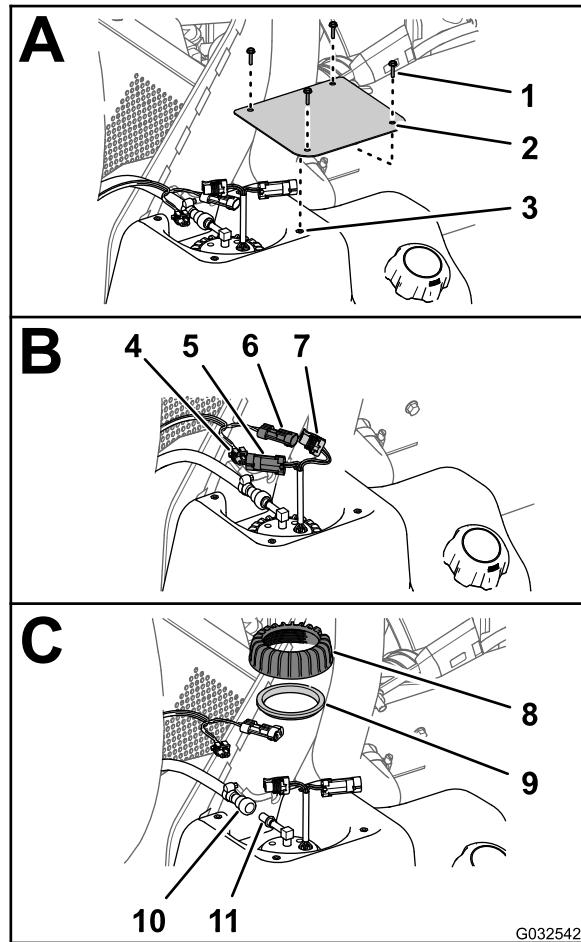

Figure 79
2. Sur le réservoir de carburant, retirez les 4 vis (nº 10 x ¾ po) qui fixent le couvercle au sommet du réservoir et déposez le couvercle (Figure 79).
- carburant/transmetteur; débranchez le connecteur à 2 broches du faisceau de la machine du connecteur à 2 broches de la pompe à carburant/transmetteur (Figure 79).
4. Eloignez le manchon de verrouillage du raccord du flexible de carburant du raccord de la pompe à carburant/transmetteur, et débranchez le raccord du flexible du raccord de la pompe (Figure 79).
5. Tournez l'écrou de la pompe à carburant/transmetteur dans le sens antihoraire et déposez l'écrou et le joint (Figure 79).